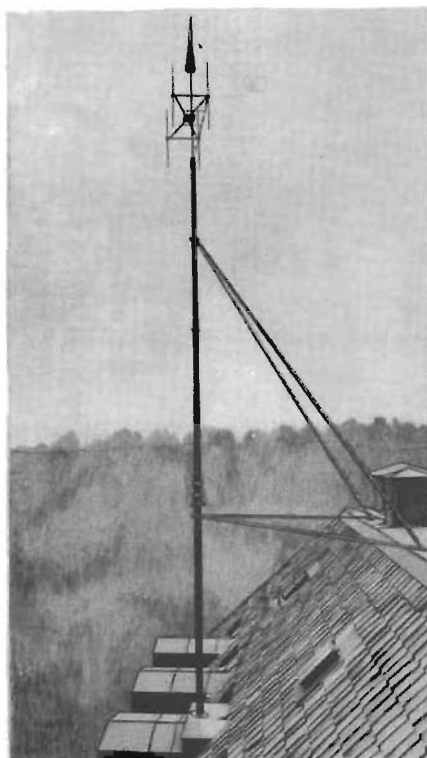

Bild 1. Antennanläggningen
- Bild 1.** Antennanläggningen